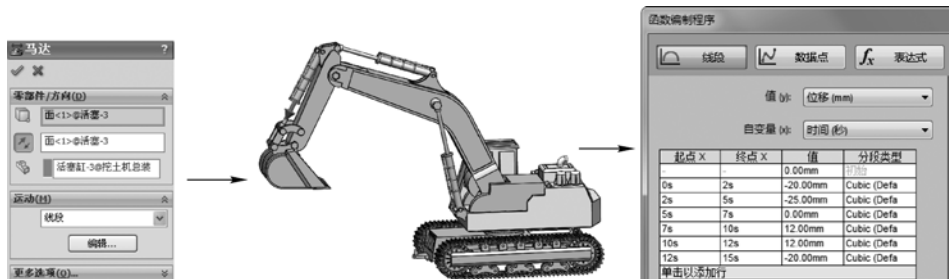

图 5-22 添加第三个直线马达并设置马达线段
STEP 5 同步步骤 3 的操作，添加驱动挖斗的“活塞”的直线马达，要相对移动的零部件同样选择与其相连的“活塞缸”，如图 5-22 所示，并按照图 5-22 右图所示设置马达的线段参数。完成全部操作后，单击“播放”按钮，可查看动画效果。